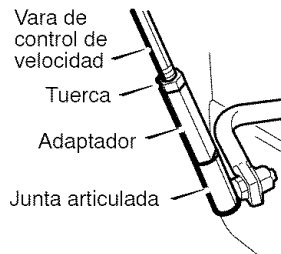

Figura 94
2. Afloje la **contratuercas** hexagonal en la **vara de control de velocidad**. Quite la **junta articulada** del **eje de cambios** (consulte la Figura 94).
4. Gire el **adaptador** hasta que la **junta articulada** quede alineada con el agujero de montaje en el **eje de cambios** (consulte la Figura 94). Una vez alineada, instale la **junta articulada** en el **eje de cambios**.